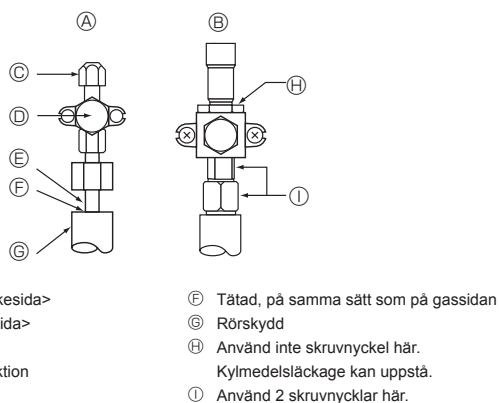

Fig. 4-5
4.4. Provmetod för att kontrollera om köldmedelsrören är lufttäta (Fig. 4-5)
- Kontrollera att stoppventilerna (A) (B) är stängda, öppna dem inte.
- Trycksätt köldmedelsledningarna via serviceöppning (C) på stoppventilen för vätska, (A).
- Om trycket minskar i steg (2) eller (3), finns det en gasläcka. Leta efter orsaken till denna gasläcka.